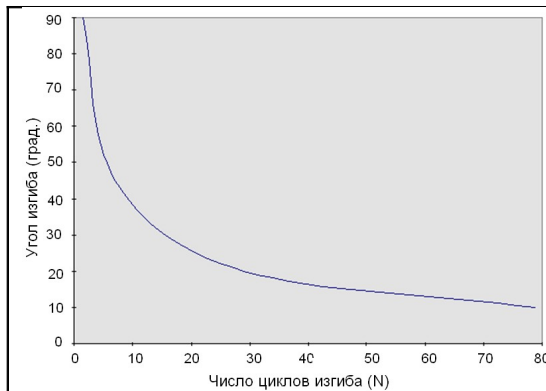

Рис. 5. Примерный вид зависимости угла изгиба от числа циклов до разрушения скрепки.
5. По этим данным постройте зависимость угла изгиба от числа циклов до разрушения. Примерный вид такой зависимости показан на рис. 5. Очевидно, что чем больше угол изгиба, тем больше изгибающее напряжение. Т.о., угол изгиба определяет приложенное напряжение.